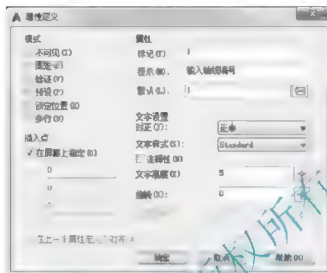

图 3.107 设置【属性定义】对话框
(1) 执行菜单栏中的【绘图】|【块】|【定义属性】命令, 打开【属性定义】对话框。按照图 3.107 所示设置【属性定义】对话框。单击【确定】按钮, 关闭对话框。